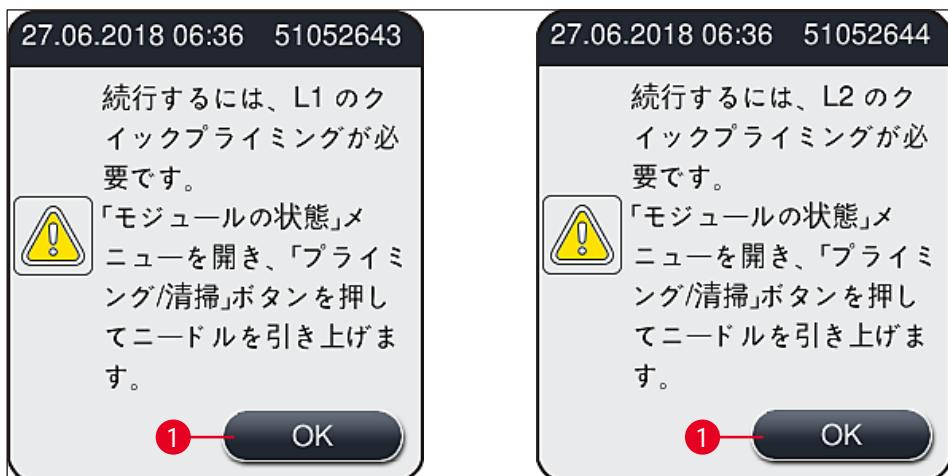

図 51
- ① 初期化の終了後、画面にメインメニュー (→ 図 19) が表示され、使用中の封入ラインのクイックプリミング実行をオペレーターに促すメッセージが表示されます (→ 図 51)。OK (→ 図 51-1) を押してメッセージを確認し、続いて画面に表示される指示に従います (→ P. 118 - 7.3 プライミング/クリーニング用ホースシステムの用意)。